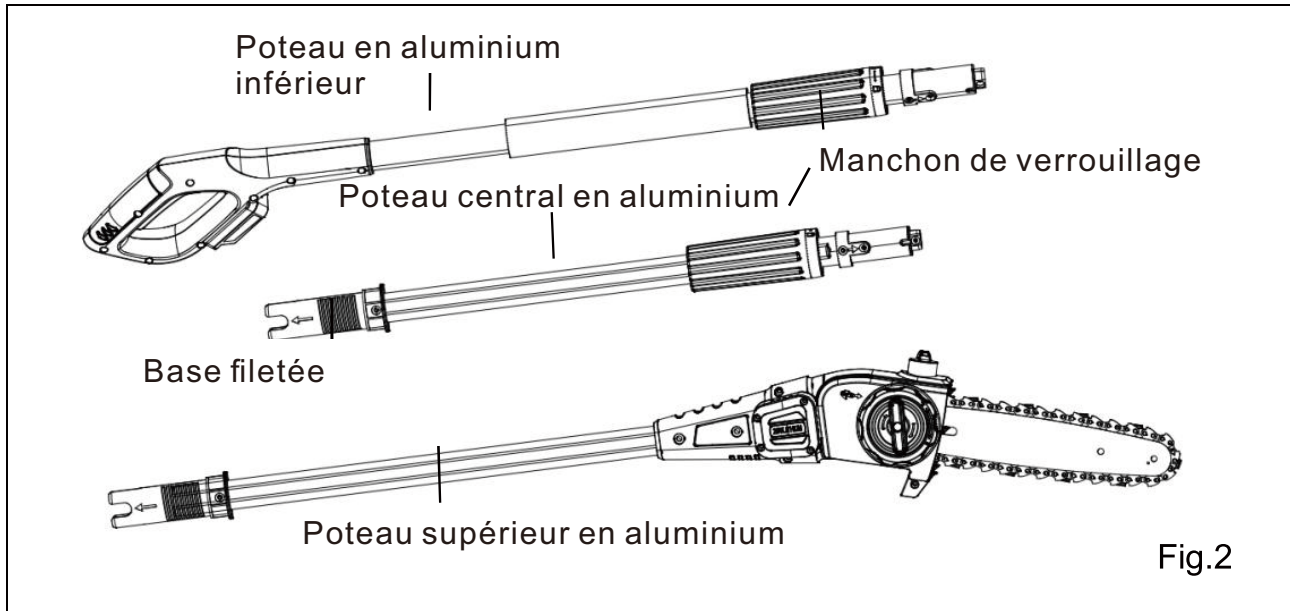

Fig.2
**CONNEXION DES TIGES (voir figure 2)**